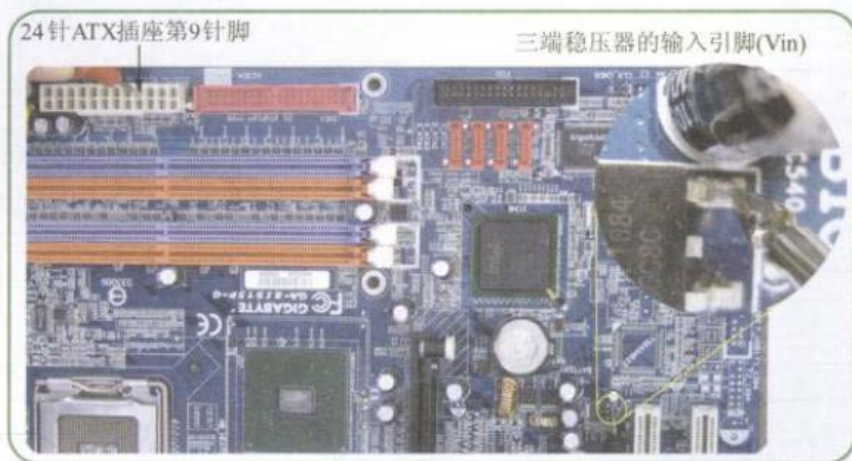

图7-14 测量电源插座第9脚与三端稳压器连接的线路
- Step 01 将万用表调到“蜂鸣”挡，测量ATX电源插座第9脚与三端稳压器APL1084的Vin端的线路，如图7-14所示。